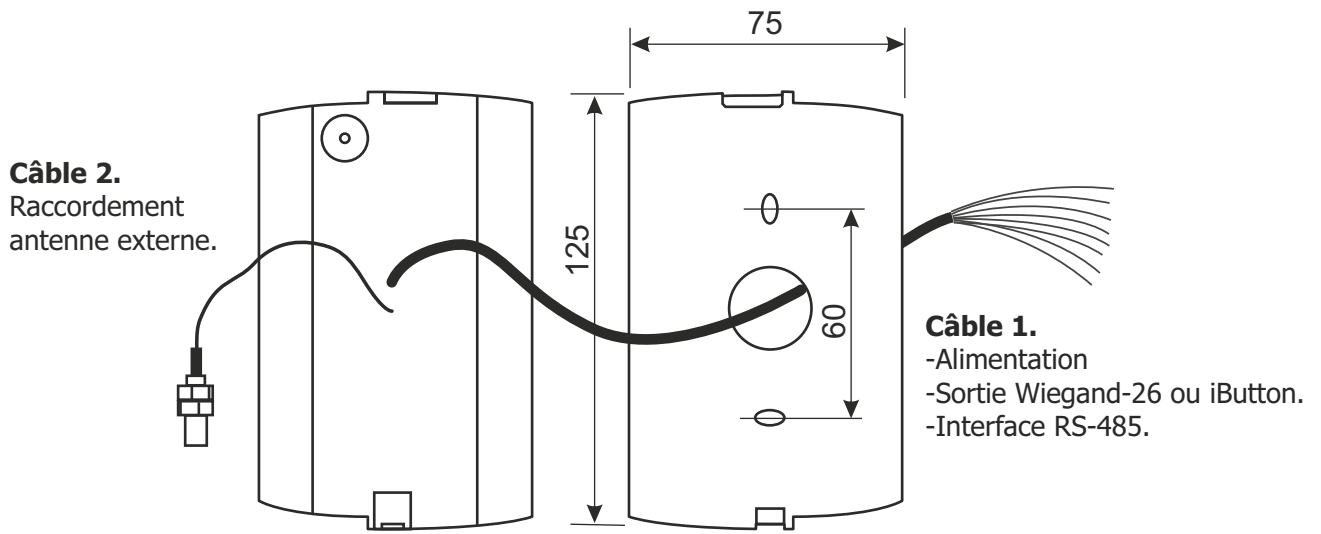

Fig. 1
1. Marquer et percer les trous de montage de mêmes dimensions que ceux existant sur le boîtier du lecteur (voir la Figure 1).